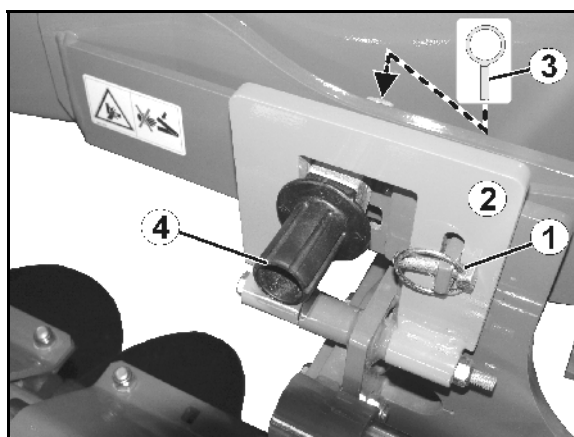

Fig. 41
1. Løsn klapsplitten fra låsebøjlen (Fig. 41/1).
2. Klap låsebøjlen (Fig. 41/2) ned.
4. Træk klapsplitten i excenterbolten (Fig. 41/3) ud.
5. Sæt excenterbolten (Fig. 41/4) i den ønskede indstiksplads.
1. Træk fjedersplitten i låsebøjlen (Fig. 41/1) ud.
3. Træk klapsplitten i excenterbolten (Fig. 41/3) ud.